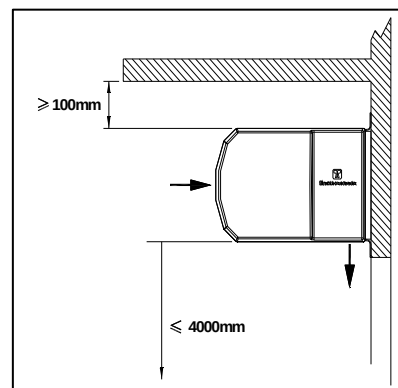

Fig 1
- recommander 100mm de hauteur utile au-dessus du rideau d'air, voir Fig. 1